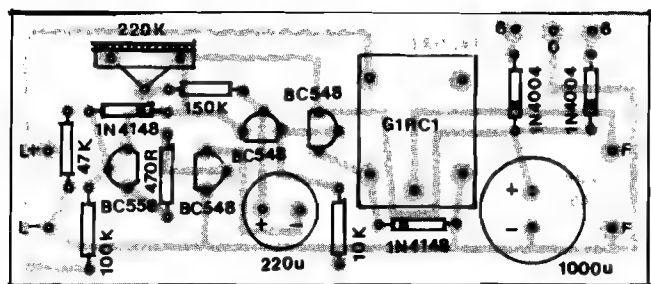

Fig.3
- **FIG. 3 - CHAPEADO DA MONTAGEM** - O lado não cobreado da placa, mostrado já com os principais componentes inseridos nos seus devidos lugares... São vários os componentes polarizados, que merecem maior atenção na colocação, já que - se invertidos - podem se danificar, além de certamente obstar o funcionamento do circuito... Nessa categoria estão: os quatro transistores, cujo posicionamento é referenciado pelos seus lados "chatos" (atenção, também, para não colocar o único BC558 no lugar de um dos BC548...), os quatro diodos (cuja extremidades de **cabo** estão sempre marcadas pelas fixas ou anéis, os dois capacitores eletrolíticos, com a polaridade de terminais também claramente indicada no chapeado (também no corpo dos componentes a polaridade está demarcada, além do que a "perna" positiva pode ser facilmente identificada como a **mais longa**...). Quanto aos demais componentes (não polarizados...) os cuidados devem dirigir-se para a perfeita identificação dos seus **valores**, em função dos lugares que ocupam na placa... Quem ainda tiver dúvidas quanto a isso, deve consultar o TABELÃO APE, lá no começo da Revista... Quanto ao relê, também tem posição única e certa para in-